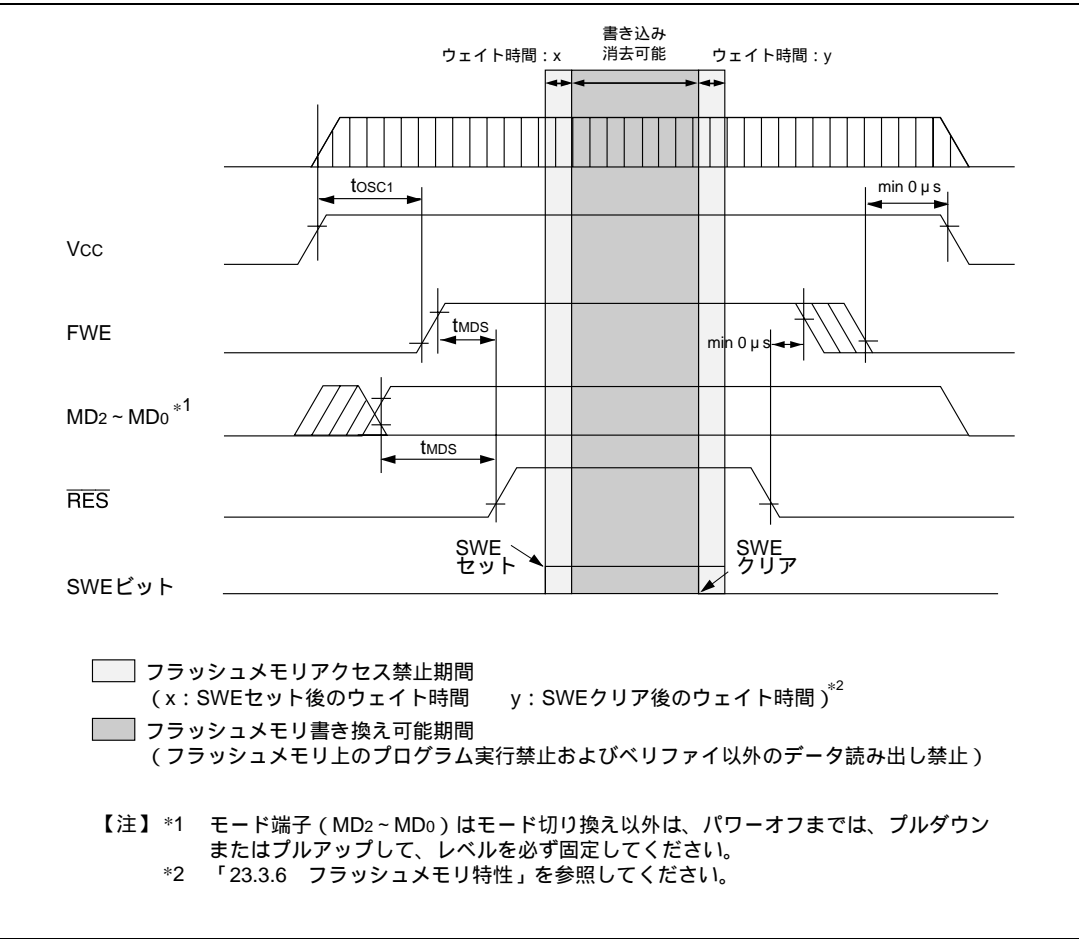
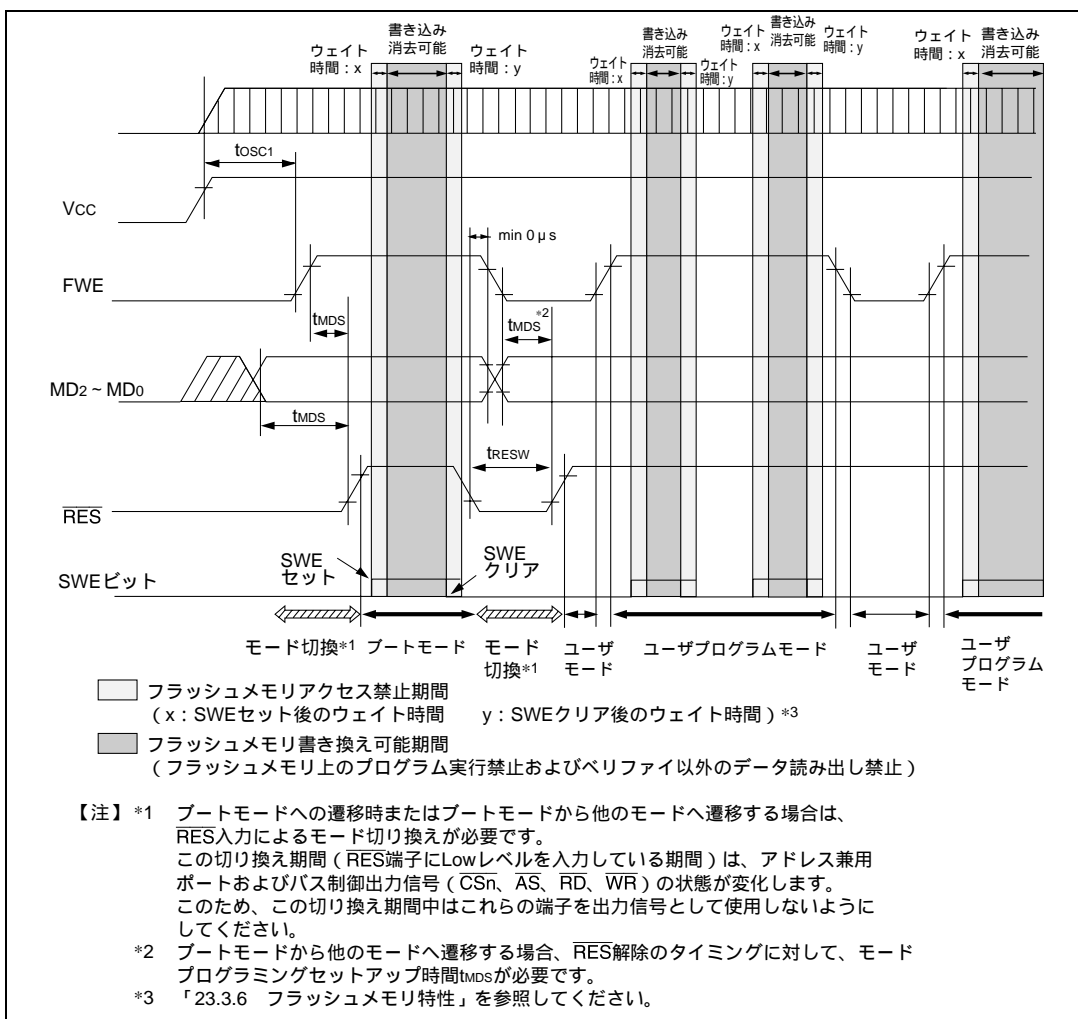

図 20.17 電源投入 / 切断タイミング ( ブートモード )
図 20.19 モード遷移タイミング
- (2) 電源投入 / 切断時の注意 (図 20.17 ~ 図 20.19 参照)
- (3) FWE 端子の印加 / 解除の注意 (図 20.17 ~ 図 20.19 参照)